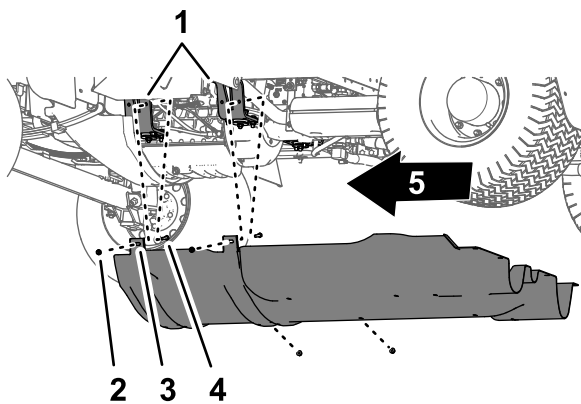

Bild 59
2. Nehmen Sie die vier Sicherungsbundmutter (5/16") von den Schrauben und der Schlossschraube ab, mit denen die Befestigungsnasen der Fahrwerkabdeckung an den Befestigungshalterungen des Motors der Maschine befestigt sind (Bild 59).
- Nehmen Sie die Fahrwerkabdeckung von der Maschine ab (Bild 58 und Bild 59).
- Fluchten Sie die Fahrwerkabdeckung mit dem unteren Chassis der Maschine aus, siehe Bild 59 in Entfernen der Fahrwerkabdeckung (Seite 52).
- Schieben Sie die Befestigungsfasen der Fahrwerkabdeckung über die Schrauben und die Schlossschraube an den Motorbefestigungshalterungen der Maschine, siehe Bild 59 in Entfernen der Fahrwerkabdeckung (Seite 52).
- Befestigen Sie die Fahrwerkabdeckung mit den vier Sicherungsbundmutter (5/16"), die Sie in Schritt 2 von Entfernen der Fahrwerkabdeckung (Seite 52) entfernt haben, an den Befestigungshalterungen des Motors (Bild 59).